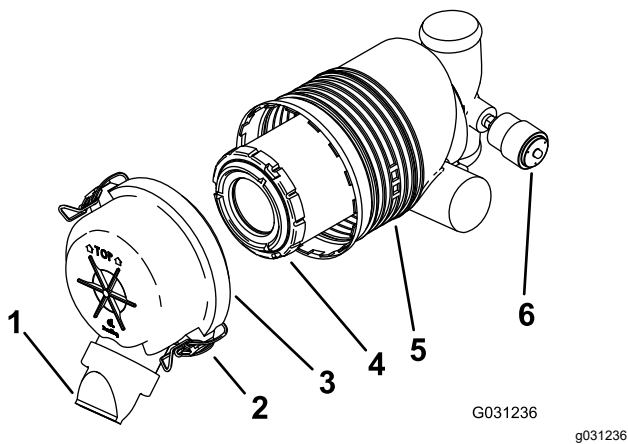

Figura 30
Importante: Sostituite il filtro dell'aria solo quando la spia di servizio è rossa (**Figura 30**). Sostituendo il filtro dell'aria prima del necessario si aumenta il rischio che la morchia entri nel motore quando si toglie il filtro.
5. Rilasciate i dispositivi di fermo del filtro dell'aria e togliete il coperchio dal corpo del filtro (**Figura 30**).
- Se l'indicatore di servizio è pulito, montate la copertura del filtro dell'aria con il coperchietto antipolvere orientato verso il basso e fissate i fermi (Figura 30).
1. Estraete con cautela il filtro dal corpo del filtro dell'aria (Figura 30).
3. Montate il filtro con attenzione (Figura 30).
4. Montate la copertura del filtro dell'aria con il coperchietto antipolvere orientato verso il basso e fissate i fermi (Figura 30).